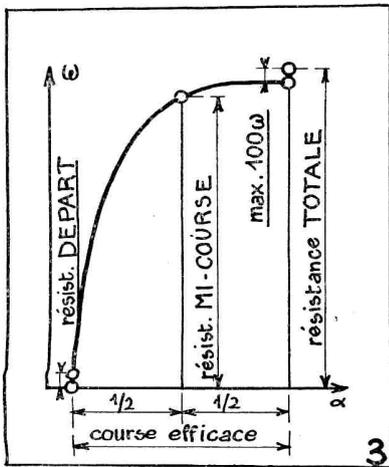

Fig. 3. — Loi de variation logarithmique gauche
B) *Variation logarithmique gauche.* — Cette loi est représentée graphiquement par la figure 3; la résistance varie très rapidement au début de la course et très faiblement en fin de course. Elle est applicable, en particulier, au cas où le débit du récepteur augmente quand diminue la tension recueillie aux bornes de l'élément variable du potentiomètre, et, par suite, dans le cas où le potentiomètre sert au contrôle HF ou MF par variations de la tension de grille de la lampe à écran ou de la pentode qui sont, évidemment, à pente variable.